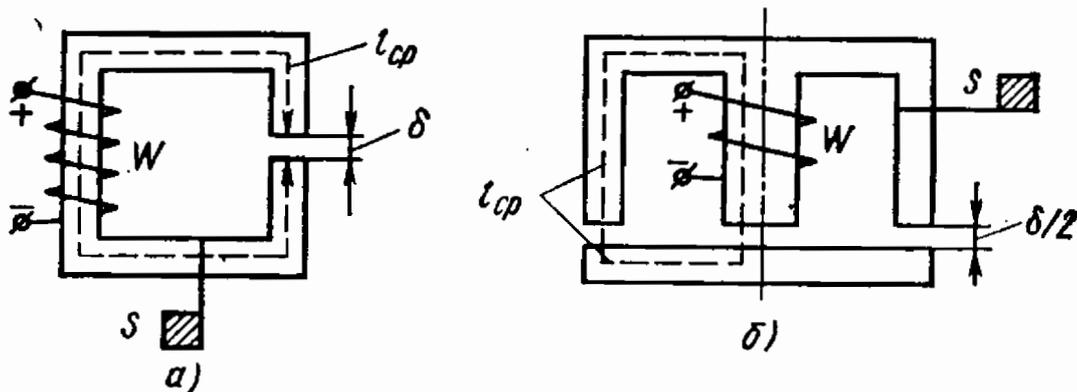

Рис. 9.17
9.17*. Определить величину магнитного потока в воздушном зазоре катушки с незамкнутым магнитопроводом (рис. 9.17), если заданы средняя длина и сечение магнитопровода $l_{ср}$ и S , длина воздушного зазора δ , ток в обмотке I , число витков обмотки ω и
| Вариант | $l_{ср}$ | S | δ | ω | I | Материал | Рис. 9.17 |